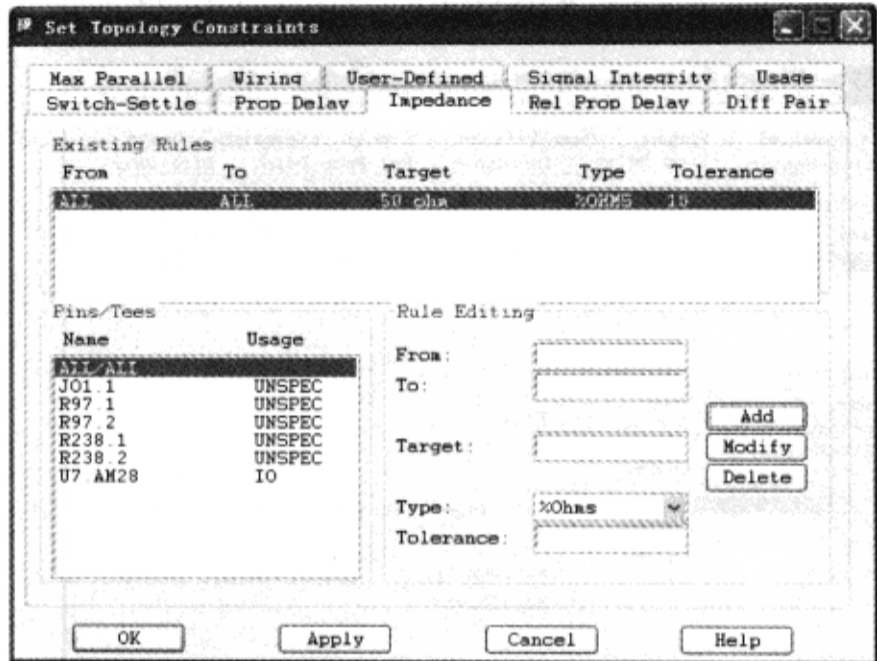

图 3-9-30 添加阻抗约束
(3) 单击“Add”按钮为拓扑添加阻抗约束，如图 3-9-30 所示。